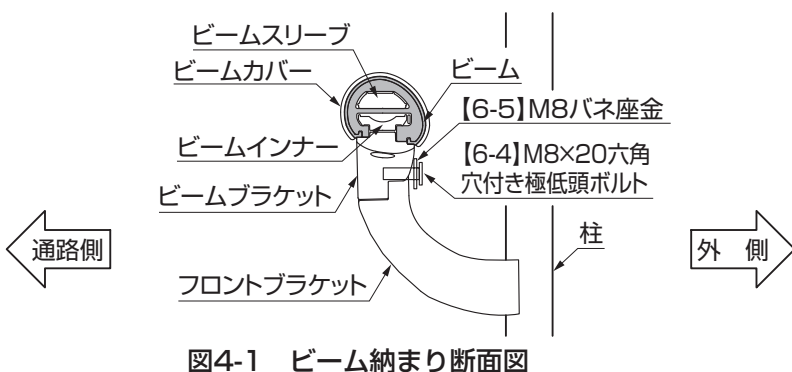

図4-1 ビーム納まり断面図
- ビームスリーブ、ビームインナー、ビームカバーを差込む位置は、ビーム納まり断面図を参照してください。(図4-1参照)
- ⑤ 仮止めしていた [6-6] を締めて、ビームブラケットを固定してください。